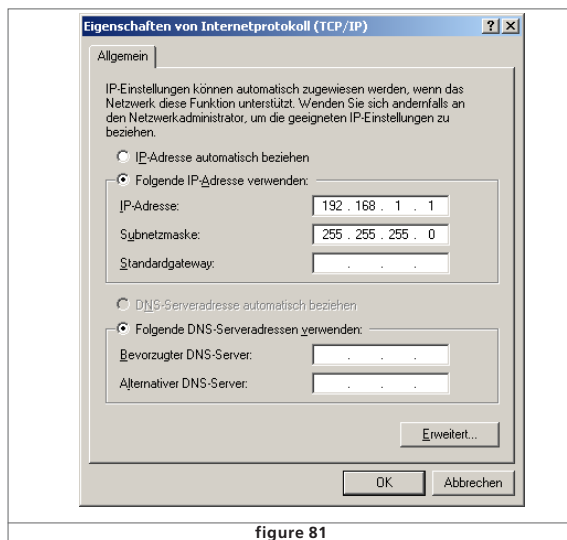

figure 81
- Sélectionner „Utiliser l'adresse IP suivante“ et entrer l'adresse exacte comme indiqué en figure 81.